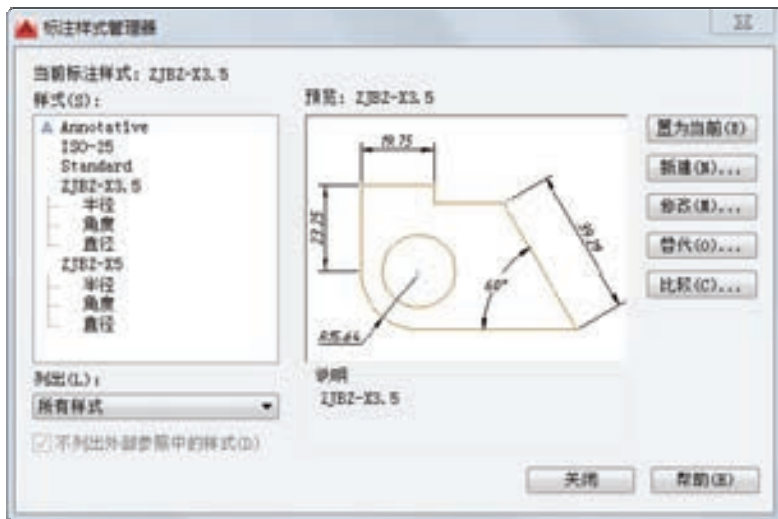

图 5-78 “标注样式管理器”对话框
1) 在“格式”菜单中选择“标注样式”命令，也可以在“标注”菜单中选择“标注样式”命令，还可以从功能区“注释”选项卡中的“标注”面板中单击“标注设置”按钮，系统弹出图 5-78 所示的“标注样式管理器”对话框。